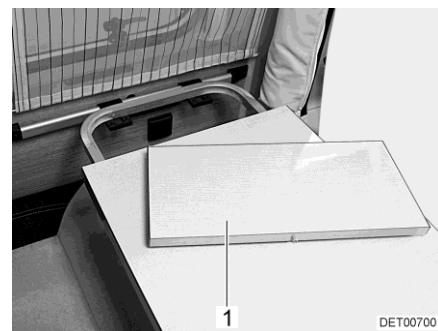

Fig. 56 Rallonge du plateau de table
La surface de la table suspendue peut être agrandie en tirant sur une rallonge du plateau de table (Fig. 56,1).
- Insérer la rallonge du plateau de table (Fig. 56,1) dans la rallonge de table.
- Retirer la rallonge du plateau de table (Fig. 56,1) et la mettre en sûreté.